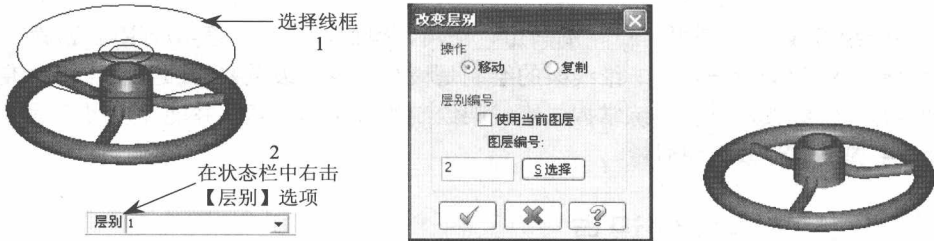

图 1-15 改变图素层别步骤
**步骤 1：**选中绘图区中需要更改图层的图素→**步骤 2：**在状态栏的图层选项中单击鼠标右键→**步骤 3：**在【改变层别】选项中更改选项→**步骤 4：**再点击  →再在【突显】选项选中或取消选中以改变层别的显示或隐藏，如图 1-15 所示。